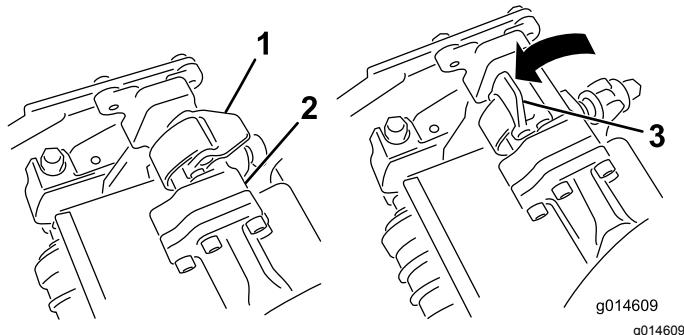
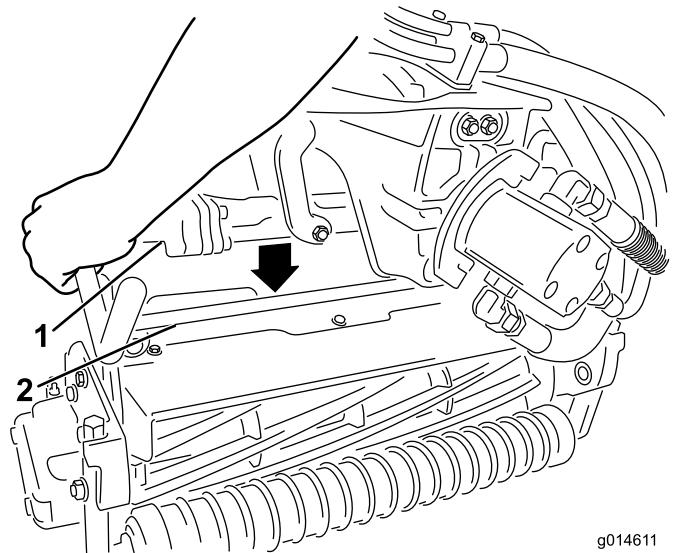

Figura 29
Figura 30
3. Con los enganches del brazo de suspensión orientados hacia arriba (es decir, abiertos) (Figura 29), empuje hacia abajo el brazo de suspensión de modo que la barra encaje en la barra situada en la parte superior de la unidad de corte (Figura 30).
4. Presione los enganches hacia abajo alrededor de la barra de la unidad de corte y bloquéelas (Figura 29).
4. Abra los enganches de la barra del brazo de suspensión de la unidad de corte que está retirando (Figura 29).